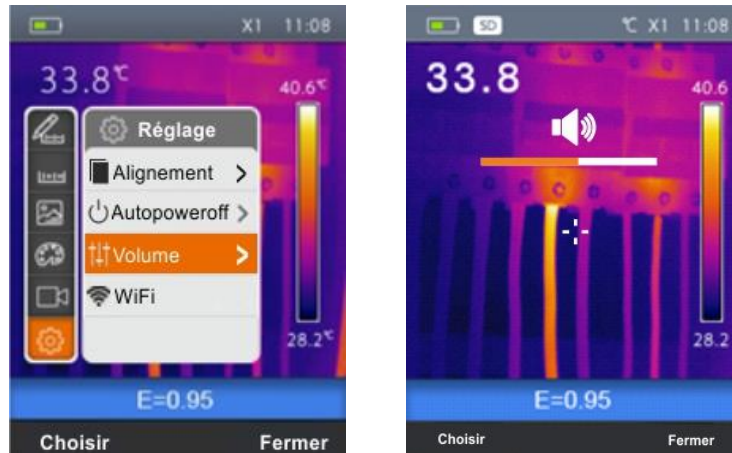

Fig. 15 : Réglage du niveau de volume
1. Sélectionner « Volume » à l'aide des touches  ou  et appuyer sur la touche . La page-écran de Fig. 15 – Partie droite est affichée.